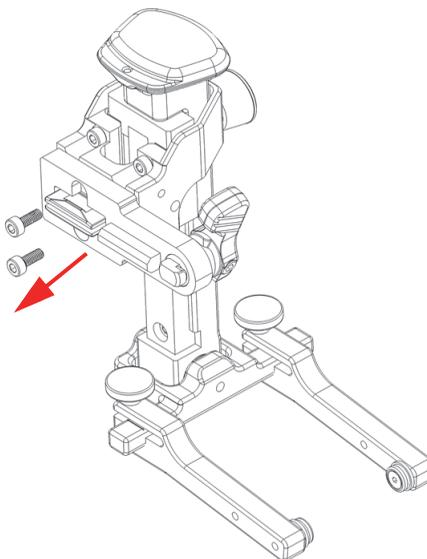

Рис. 2-20 Извлечение двух винтов
1. С помощью шестигранного ключа 2,5 мм открутите и извлеките винты на кронштейне подпружиненного рычага (Рис. 2-20 на стр. 61).